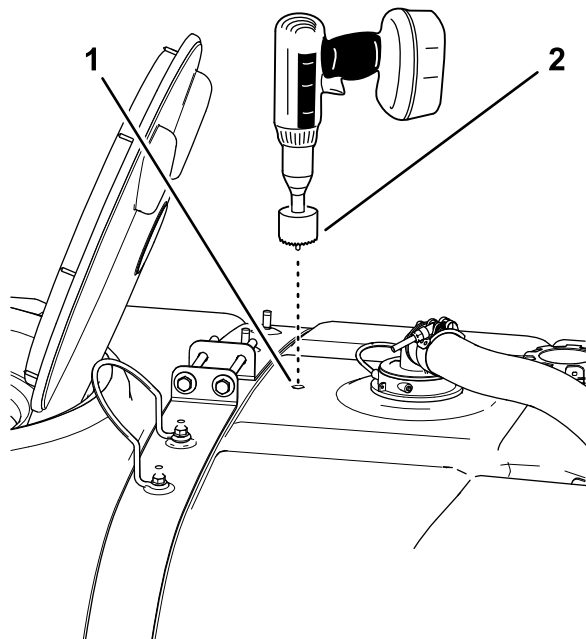

图 18
4. 使用孔锯在钻孔标记处钻一个 4.5cm 的孔 图 18。